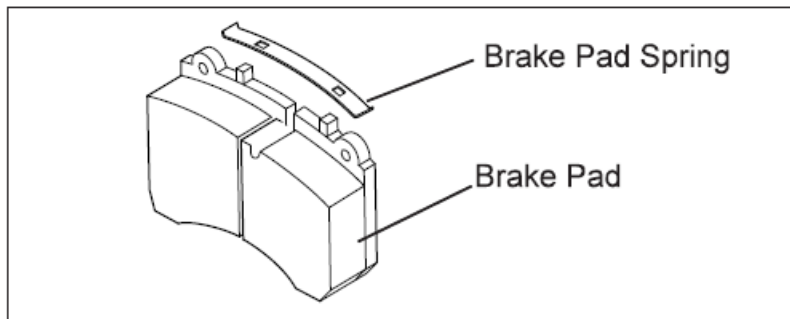

Figure 15 : Installation du ressort de maintien de la plaquette
20. Installez les ressorts de maintien de plaquette de frein sur les plaquettes de frein en insérant une extrémité du ressort sur la cosse au sommet de la plaquette de frein. Minutieusement, appliquez une force suffisante pour permettre à la deuxième cosse de s'engager pleinement, tout en prenant soin de garder vos doigts loin du ressort lorsqu'il se mettra en place. Voir la **figure 15**.